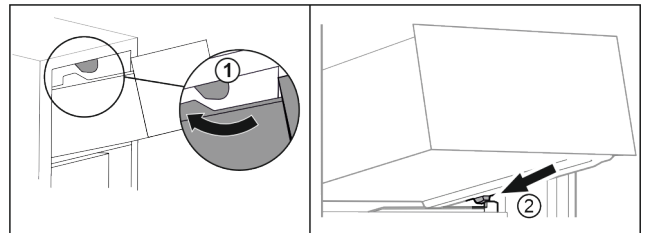

Fig. 98
- ▶ Duceți sertarul în jurul opritoarelor superioare. Fig. 98 (1)
- ▶ Așezați sertarul oblic în spatele opritoarelor inferioare pe nervura recipientului. Fig. 98 (2)